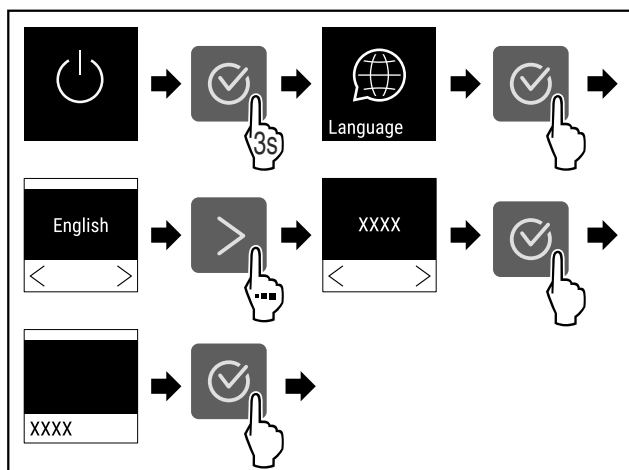

Fig. 50
- Udfør handlingstrinene (se Fig. 50) .